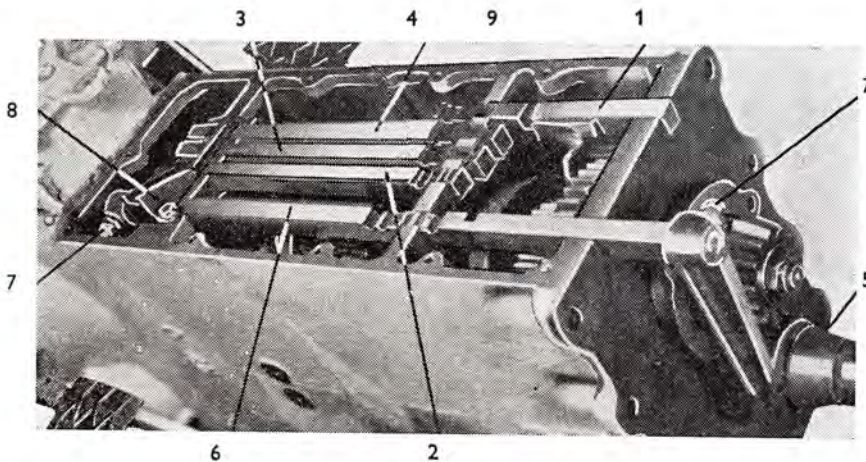

Abb. 110
2. Die Schaltstange der Reduktion (Abb. 110/1) ist einzusetzen.
3. In die Führung im Getriebegehäuse und in die Radnuten sind gleichzeitig drei Schaltstangen, und zwar des V. und IV. (Abb. 110/2), des III. und II.
(Abb. 110/3), des I. und des Rückwärtsganges (Abb. 110/4) einzulegen. Die Schaltgabeln müssen in der Führung des Getriebegehäuses und in den Nuten der Schalträder frei bewegbar sein.
- In die Nute des Mähbinder-Antriebsrades ist die Ausrückgabel des Mähbinders und in die Nute des Hydraulikrades die Ausrückgabel des Anhängers einzulegen. In die Führung im Getriebegehäuse ist die Schaltstange des Mähbinders und Anhängers einzulegen. An die Absetzung der Schaltstange sind die Antriebsgabeln aufzusetzen und mit Schrauben M 8 (Abb. 110/7) und Sicherungsunterlagen zu befestigen.
- Mit zwei Schrauben M 8×20 ist die Schaltführung (Abb. 110/8) zu befestigen.